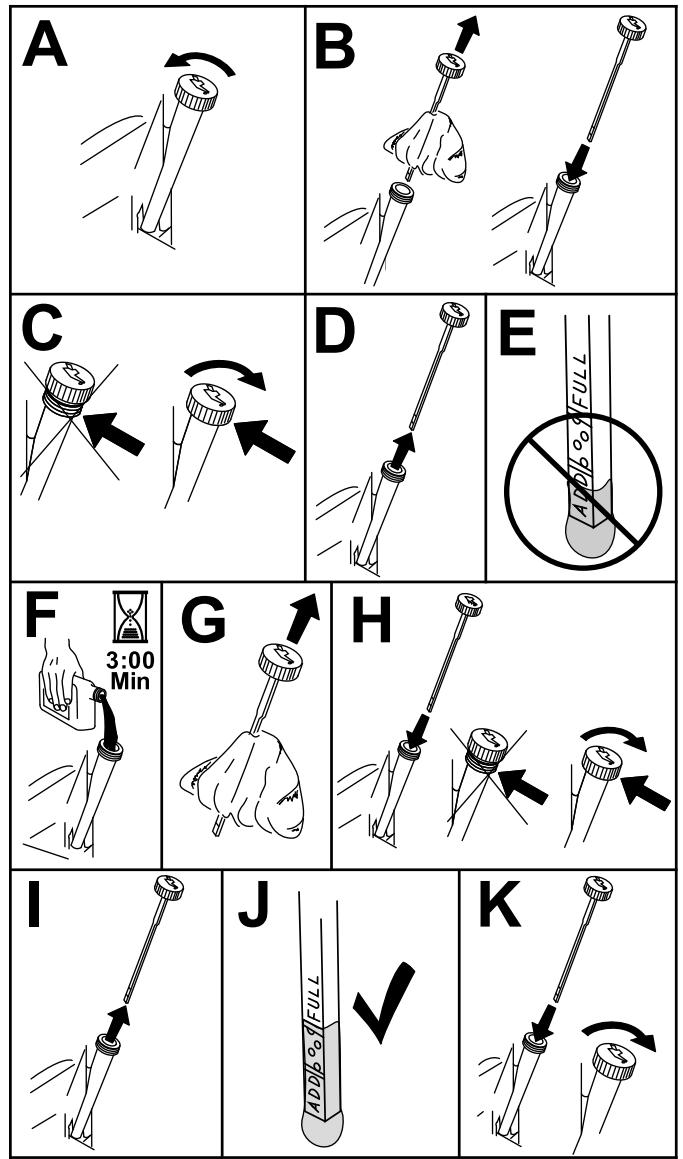

Figure 65
3. Pour éviter de faire tomber de l'herbe, de la poussière, etc., dans le moteur, nettoyez la surface autour du bouchon de remplissage-jauge d'huile, avant de l'enlever (Figure 65).